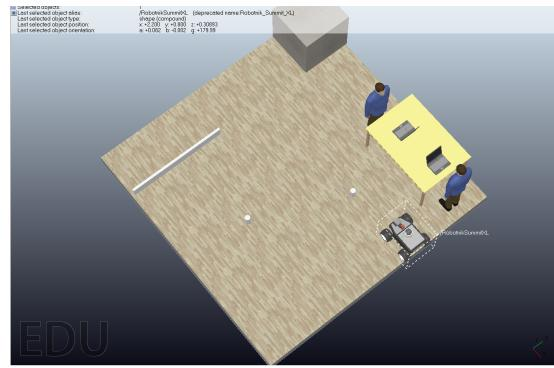

Figura 5 – Cenário B: Posição ao lado do Bill\_1.
3. Posição ao lado do objeto Bill\_1 (Cenário B, Figura 5);